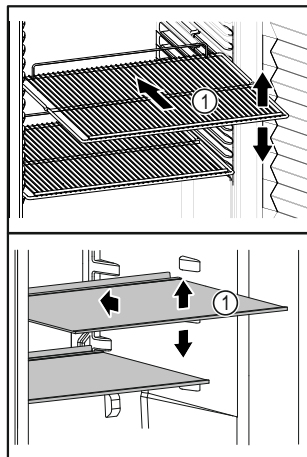

Fig. 88 Représentation à titre d'exemple
- ❑ Si les surfaces de rangement Fig. 88 (1) sont mobiles, les régler en hauteur.